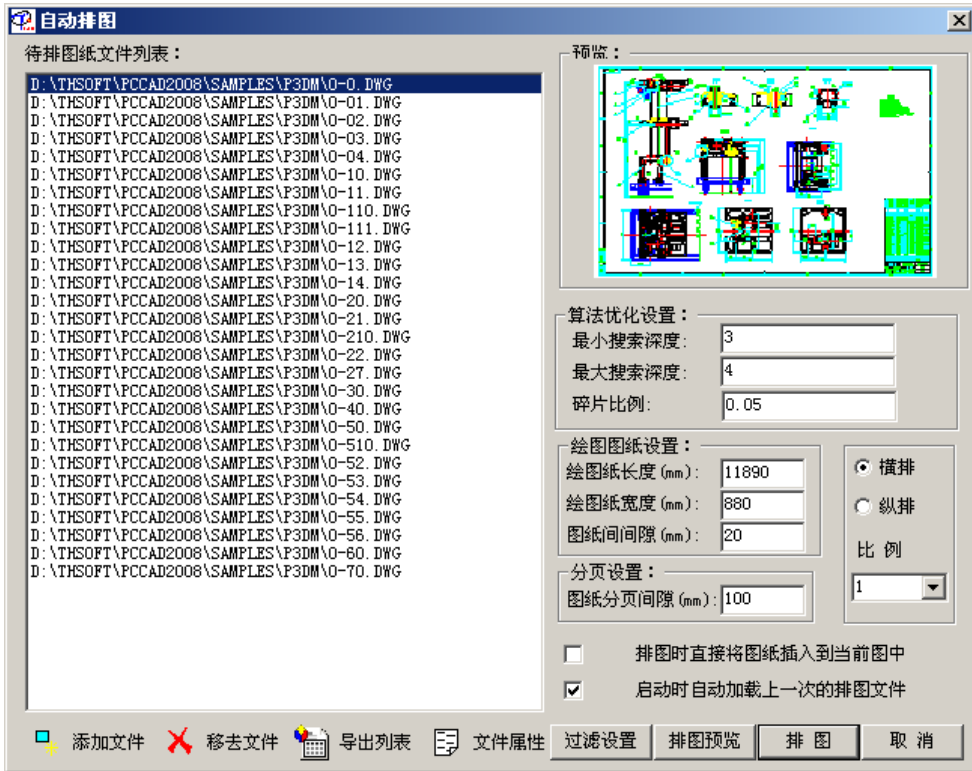
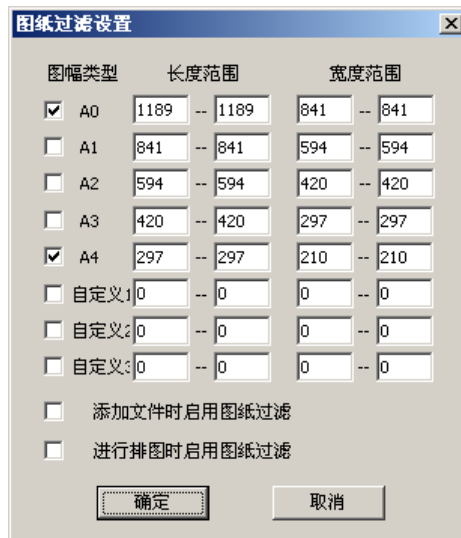

图 5-16
图 5-18
- 结果：弹出图 5-16 的对话框
过滤设置：文件的选择同时支持过滤筛选，在图 5-16 中点取“过滤设置”按钮，出现“图纸过滤设置”窗口，如图 5-18，在这里设置过滤某些特定图幅的图纸。默认不进行图纸过滤，但设置的过滤方式及参数将自动保存。